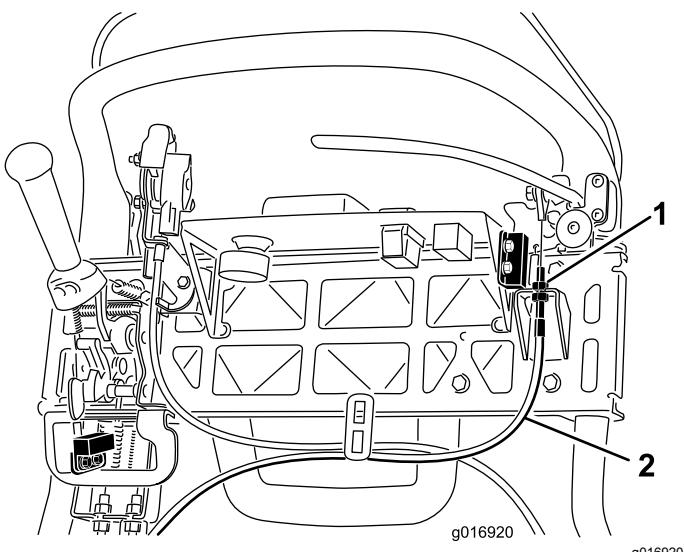

図 44
- ケーブルの張りを強くするには、上側ケーブルのジャムナットをゆるめて、下側ケーブルのジャムナット図 44 を締め、156N 15.8kg の力で駐車ブレーキのラッチが解除されるように調整するブレーキバンドが締まりっぱなしにならないよう注意すること。